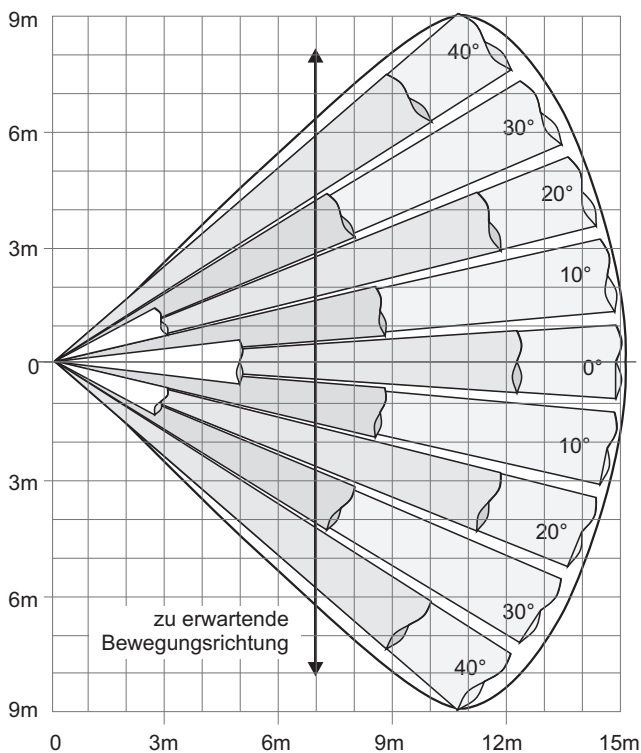

Abb. 3
- * Die Empfindlichkeit ist quer zu den horizontalen Erfassungszonen des PIR-Sensors am größten. Deshalb ist der Montageort so zu wählen, dass die zu erwartende Bewegungsrichtung **quer** dazu verläuft (siehe Abb. 3).